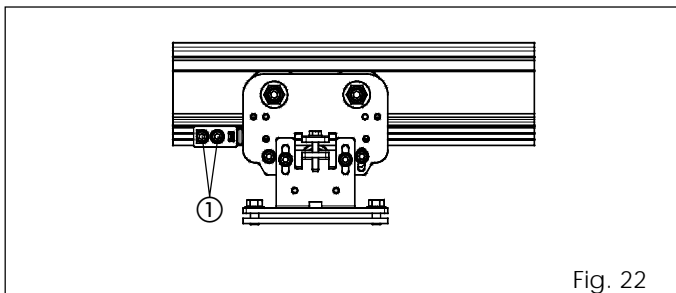

Fig. 22
- Haal de twee zeskantschroeven los, zoals aangegeven op fig. 22 en 23 ref. ①.